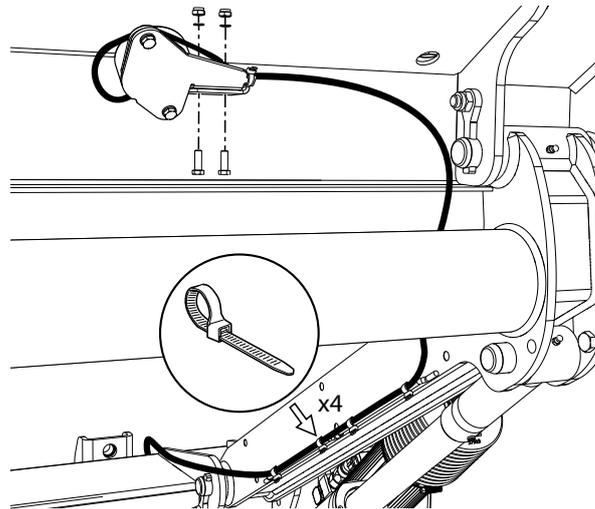

Figura 58. Montaje de sensor de ángulo
1. Montar el sensor de ángulo en la plataforma, utilizar los tornillos, las tuercas y las arandelas proporcionados y sujetar el cable con bridas para cables, véase Figura 58.